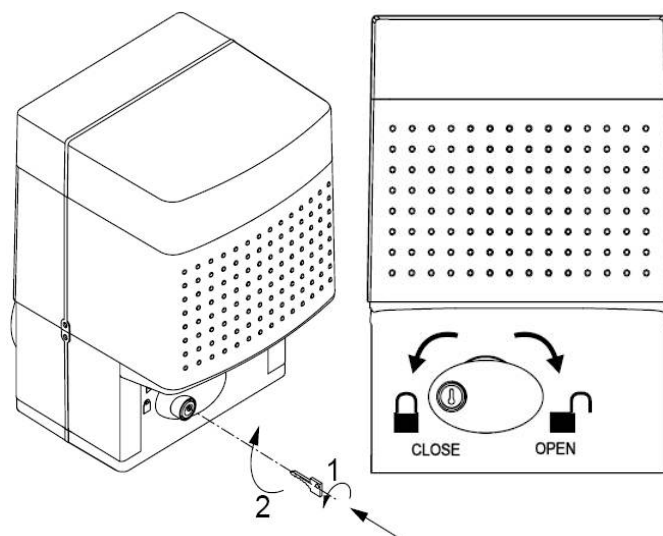

рис. 17
- Взять ручку разблокировки и повернуть по часовой стрелке (рис. 17) до упора. Звездочка разблокируется (холостой ход) и ворота можно открыть.